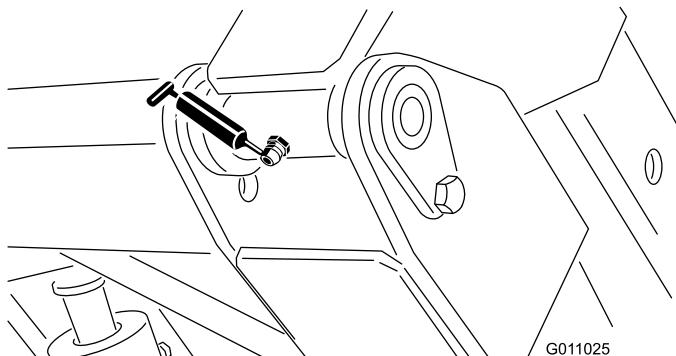

Figure 29
- Pivot de bac (supérieur) (2) (Figure 29).